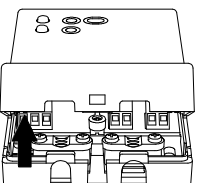

Fig. 3
- 3 Ruotare il coperchio cavi esercitando una leggera pressione fino ad estrarla completamente (Fig. 3).
- 7 Posizionare il coperchio cavi sulla base e ruotarlo verso la base; spingere verso l'interno la linguetta plastica posta sulla parte inferiore della base ed esercitare una pressione che faccia scattare la linguetta plastica di fissaggio all'interno del foro sul lato inferiore del coperchio cavi (Fig. 3).